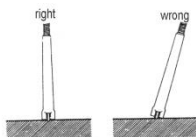

Fig.8
- * Cuando se tome una lectura superficial, la parte superior de la sonda de temperatura debe estar en contacto cercano con la superficie a medir (vea Fig. 8).